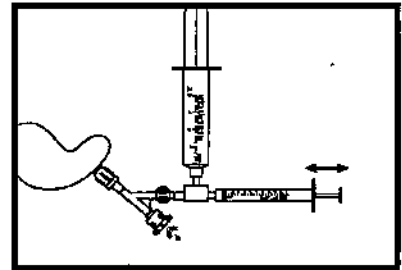
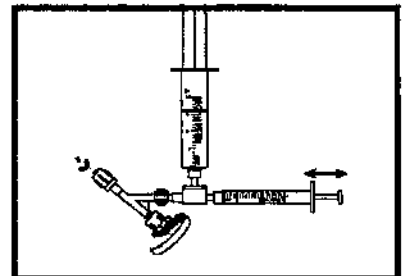

Figura 4
Figura 5
5. Purgar la válvula hemostática y la válvula de doble paso situando un dedo enguantado sobre el adaptador rotatorio situado en la válvula hemostática mientras accionamos la jeringa de infusión de 1ml (figura 4). Esto forzará la solución salina a salir fuera del tapón del extremo posterior de la válvula hemostática. Cerrar el tapón del extremo posterior mediante un giro en el sentido de las agujas de reloj (figura 5). Continuar la inyección con la jeringa de infusión para la extracción de burbujas en el segmento distal de la válvula hemostática.